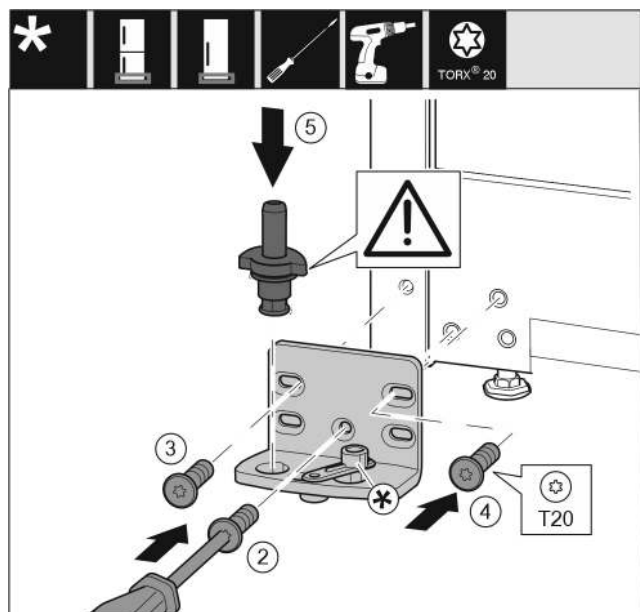

Fig. 16
- Установите опорный кронштейн с другой стороны и прикрутите с помощью отвертки T20. Начиная с винта 2 снизу в центре. Fig. 16 (2)
- Затяните винты 3 и 4. Fig. 16 (3,4)
- Установите опорный палец в сборе. При этом следите за тем, чтобы выступ фиксатора был направлен назад. Fig. 16 (5)